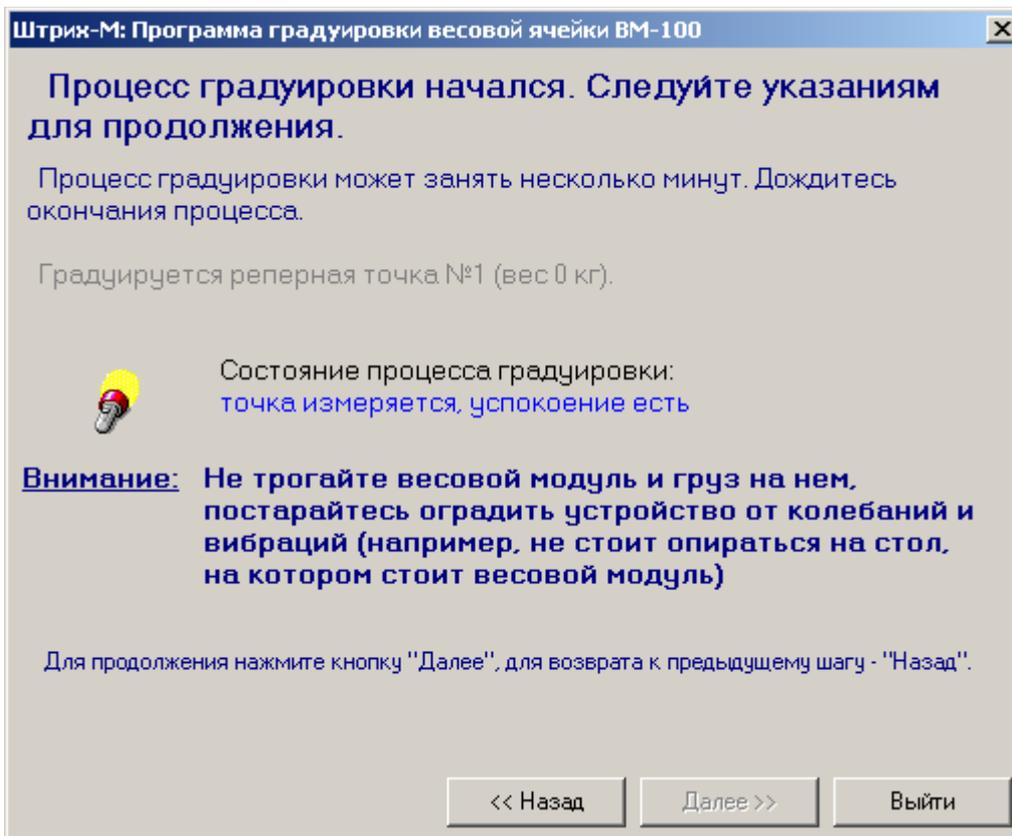
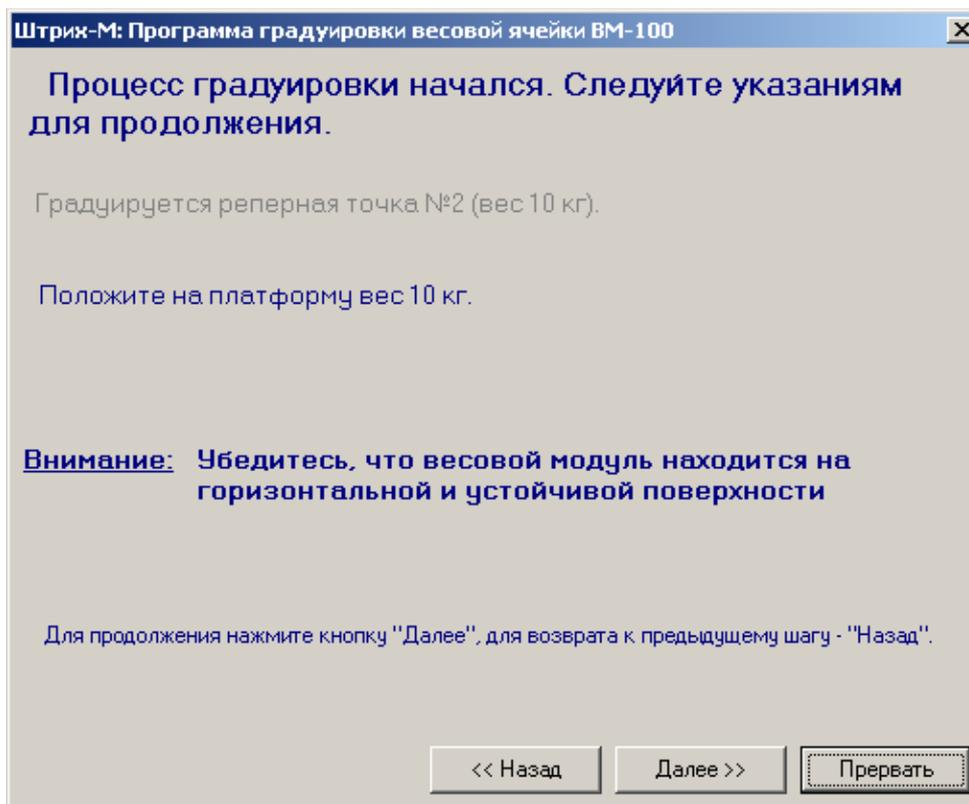
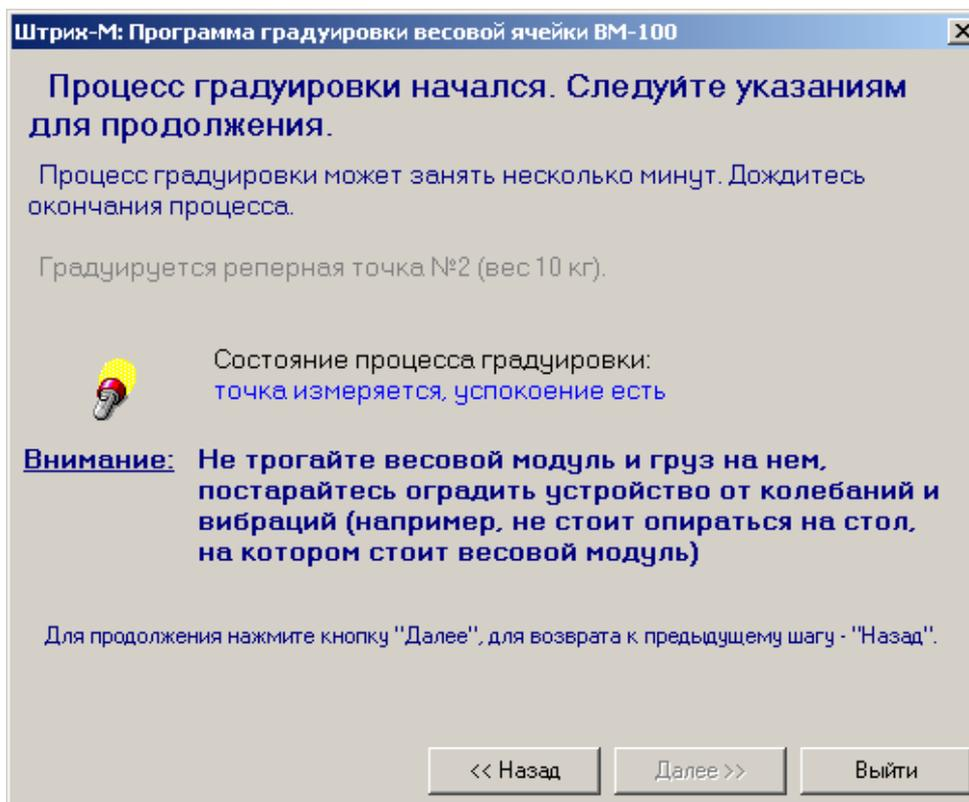
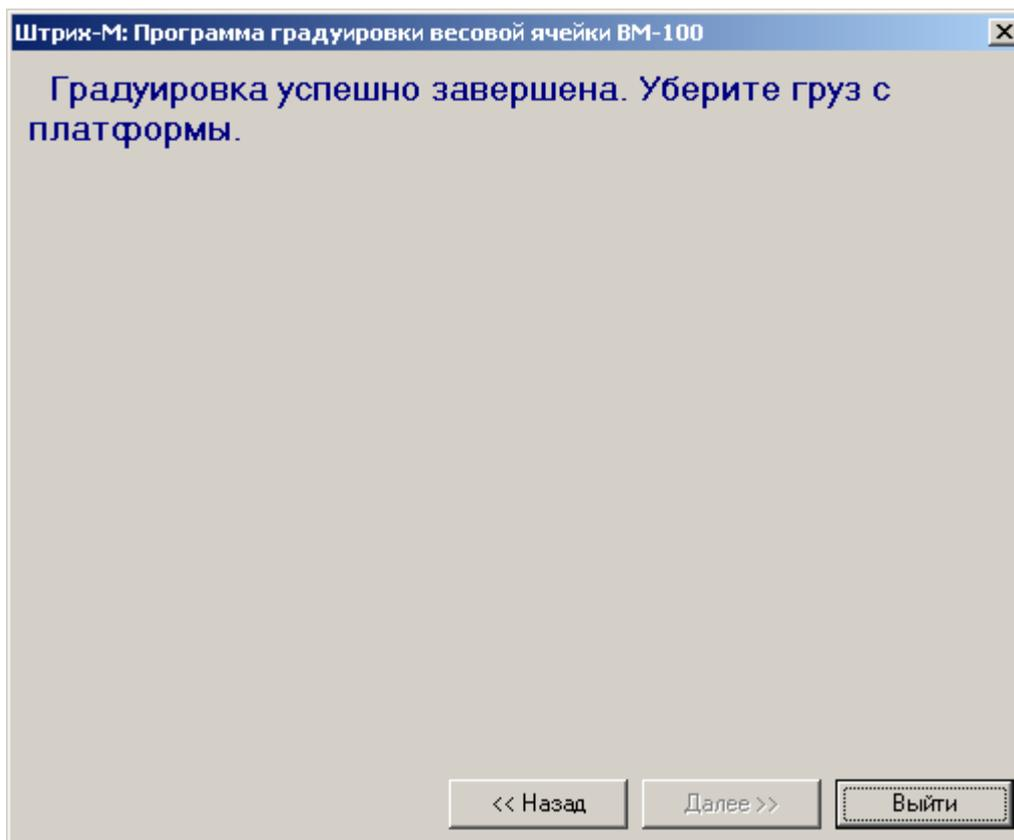

Рисунок 20
Рисунок 21
Рисунок 22
Рисунок 23
9. Убедитесь, что платформа весов пуста. Внимательно прочтите сообщения, отображаемые программой градуировки. Затем нажмите кнопку «Далее». Начнется процесс обработки первой реперной точки, см. Рисунок 20.
10. Внимательно прочтите сообщения, выводимые программой градуировки весовой ячейки на экран. Дождитесь окончания обработки первой реперной точки (см. Рисунок 20), затем нажмите кнопку «Далее». Программа градуировки перейдет к подготовке обработки следующей реперной точки – точки N 2, см. рисунок 21.
11. Необходимый для градуировки реперной точки №2 вес может быть различным и зависит от типа весов Штрих РС-200С2. Прочитайте внимательно, какой вес запросила программа, и нагрузите этим весом весы, см. Рисунок 21. Затем нажмите кнопку «Далее». После этого начнется процесс градуировки второй реперной точки, см. Рисунок 22.
12. Внимательно прочтите сообщения, выводимые программой градуировки весового модуля на экран в процессе обработки реперной точки N 2, см. Рисунок 22. После окончания обработки второй реперной точки уберите груз с платформы и нажмите клавишу «Выйти», см. рисунок 23.